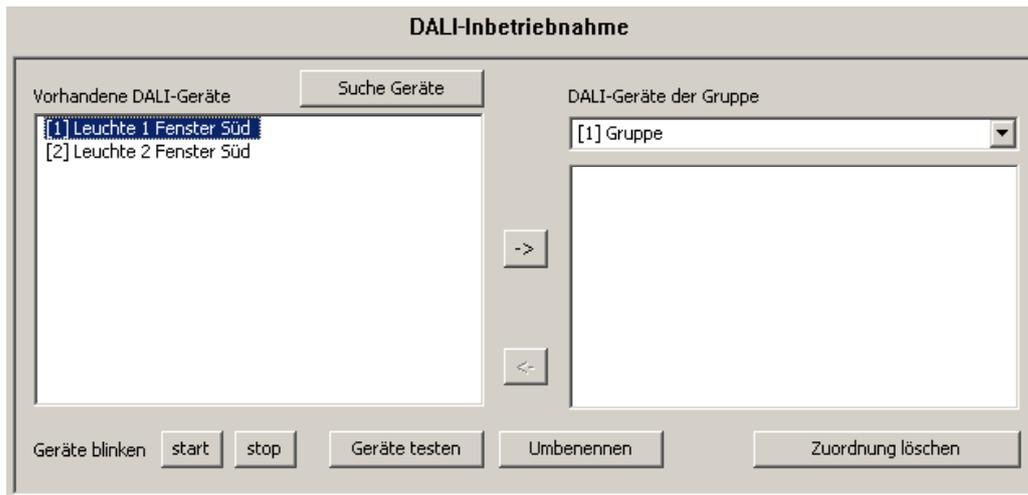

Fig. 38: Exemple de dénomination des appareils d'éclairage identifiés
Une boîte de dialogue s'ouvre pour renommer l'appareil. On peut indiquer des noms comportant au maximum 28 caractères. Le nom peut contenir des caractères alphanumériques et également des caractères spéciaux. On recommande d'identifier chaque appareil d'éclairage de manière univoque de cette manière (p. ex. "Luminaire 1 fenêtre sud", "Luminaire 2 fenêtre sud", "Luminaire 1 bureau central", etc. / voir Fig. 38 à la page suivante).
- Les adresses abrégées des appareils d'éclairage identifiés sont attribuées de manière aléatoire. Afin de pouvoir reconnaître lors de la attribution des noms quel appareil d'éclairage est effectivement identifié par l'entrée dans la liste, on peut utiliser différentes fonctions de test du module d'extension. Au bord inférieur de l'environnement de mise en service sont disposés les boutons de commande "Démarrage", "Arrêt" et "Test appareil", qui commandent les fonctions de test (voir Fig. 38). Les appareils qui doivent être testés doivent d'abord être sélectionnés dans la partie de gauche. L'actionnement du bouton de commande "Démarrage" permet de lancer un clignotement cyclique (env. 0,2 Hz) des appareils d'éclairage sélectionnés. Les appareils clignotants sont identifiés dans le champ de liste par le complément "→ clignote". Le clignotement est seulement interrompu par un actionnement du bouton de commande "Arrêt". Un actionnement du bouton de commande "Test appareil" ouvre l'environnement de test élargi de la mise en service DALI. A cet endroit, on peut enclencher et désenclencher les appareils d'éclairage préalablement sélectionnés. En outre, on peut transmettre un signal de clignotement cyclique ou à intervalle défini aux appareils d'éclairage correspondants.